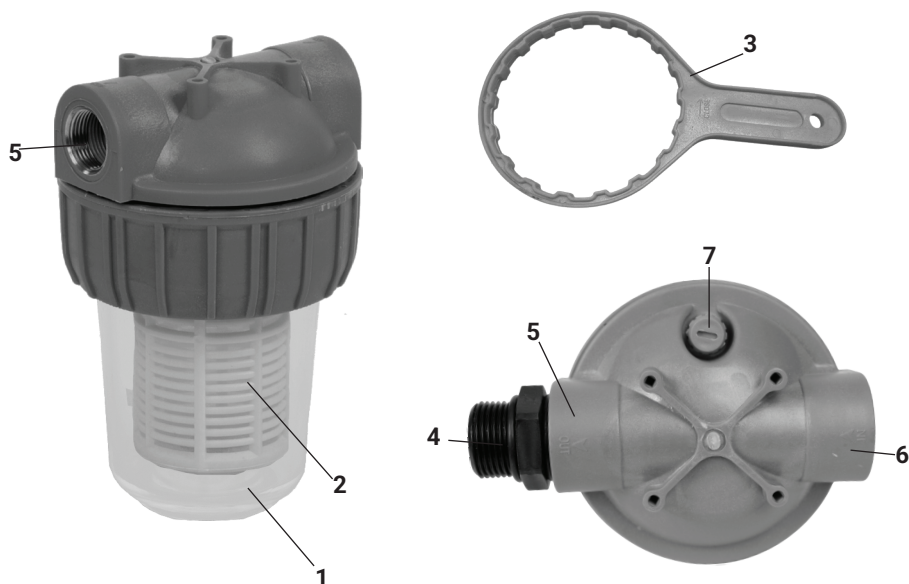

рис.1
6. Общий вид фильтра представлен на рис.1